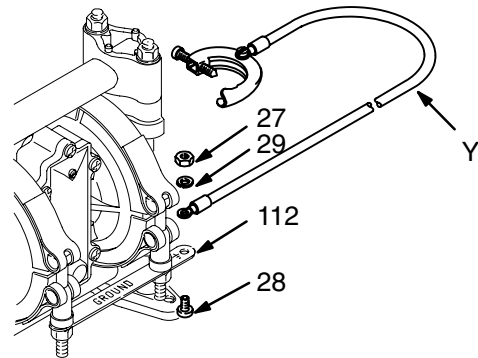

Abb. 1
- **Pumpe:** Befestigen Sie ein Erdungskabel (Y) am Erdungsstreifen (112) mit der Schraube (28), den Sicherungsscheiben (29) und der Mutter (27) wie in Abb. 1 gezeigt. Das Klemmenende des Erdungsdrahtes mit einem guten Massepunkt verbinden. Bestellen Sie die Teile-Nr. 819.0157 Erdungskabel und Klemme.